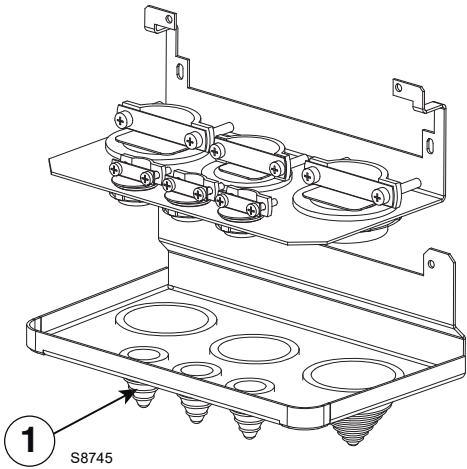

Fig. 8
- utilizzare i tappi in gomma 1)(Fig. 8) posti nella parte sottostante dell'Inverter per il passaggio del cavo schermato del motore.